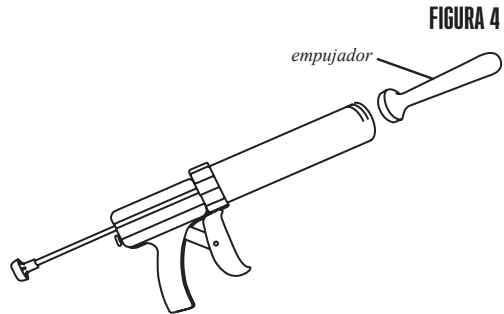

FIGURA 4
6. Con las manos mojadas, forme bolas de la mezcla de carne molida y déjelas caer dentro del tubo. Use el empujador para presionar la mezcla firmemente dentro del tubo, haciendo salir el aire atrapado. Repita este paso hasta llenar el tubo a 1 pulgada (2.5 cm) de la parte superior (**Figura 4**).